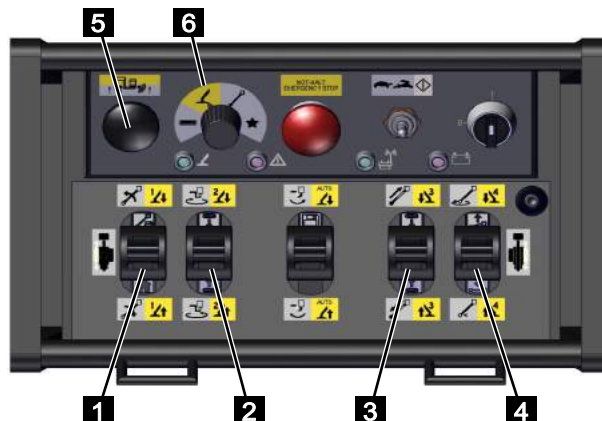

Fig. 129
4. Mettre le sélecteur de fonction sur [Fonctions des appuis] (jaune) (Fig.129/5).
5. Maintenir le bouton « collision » (Fig.129/5) enfoncé.
6. Commander l'appui/les appuis souhaité(s) avec les leviers de commande (Fig.129/1, 2, 3 et 4) suivant le tableau ci-après.